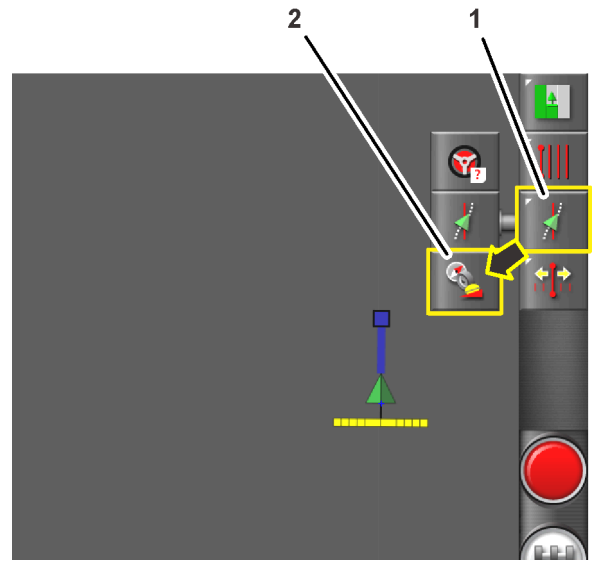

Figure 168
1. Appuyez sur l'icône STEERING OPTIONS (options de direction) (Figure 168).
2. Appuyez sur l'icône STEERING CALIBRATION (étalonnage de direction) (Figure 168).